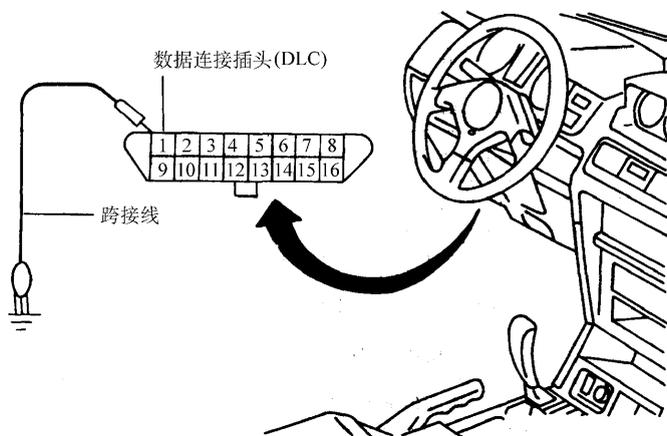
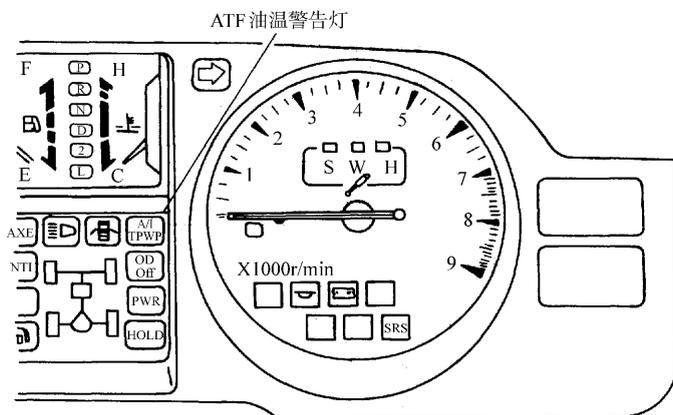

图 5-9 用跨接线使数据连接插头 1 号端子接地
图 5-10 仪表板上的 ATF 油温警告灯位置
①用跨接线，使数据连接插头 1 号端子接地，如图 5-9 所示，接通点火开关。如果 TCM 中储存有故障码，仪表板上的 ATF 油温警告灯 (见图 5-10) 就会按图 5-11a 所示规律闪烁显示故障码，若有多个故障码，则按从小到大的次序显示。显示第一个故障码后，等待 3s 再显示下一个故障码。如果 TCM 中没有储存故障码，则按图 5-11b 所示规律闪烁显示正常代码。